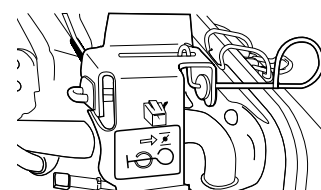
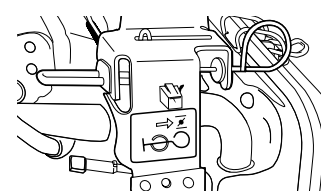

Fig.13 LEVIER D'ÉTRANGLEUR FERMÉ
Fig.14 LEVIER D'ÉTRANGLEUR OUVERT
4. Si le moteur est froid, tirer le levier d'étrangleur en position fermée (Fig. 13). Si le moteur est chaud, régler l'étrangleur en position ouverte comme indiqué sur la Fig. 14.
7. À mesure que le moteur se réchauffe, déplacer le levier d'étrangleur en position ouverte comme indiqué sur la Fig. 14.